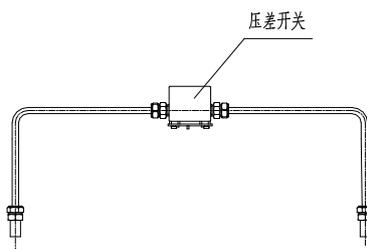

图 12
- 见管路图 12，拆下压差开关，检查压差开关是否出现故障，如有故障，应及时更换压差开关。在压差开关故障期间，可改用时间控制方式或手动控制方式。
- 如果压差开关和电控系统没有故障，应继续检查控制管路中的管路是否已被污物堵塞，见管路图 12，拧开卡套接头，取下管子，用水清洗干净，重新装上。